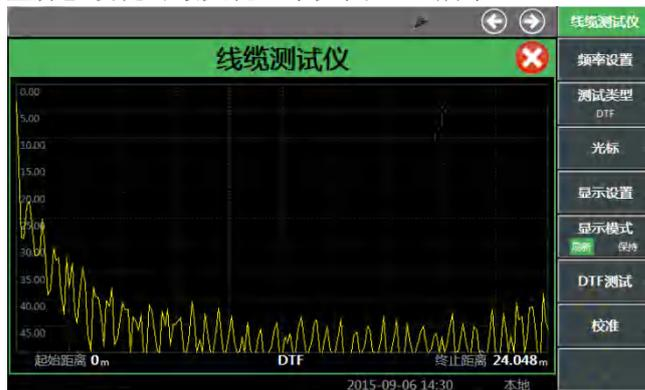

图 4-20 DTF 测量窗口
- 打开窗口：按【线缆】硬键，或者按【测量】硬键通过整机菜单设置打开线缆测试窗口。按屏幕下方【全屏】硬键可最大化显示如图 4-20 所示：
- 调用菜单：点击触摸屏，选中线缆测试为当前活动窗口，相应菜单会在窗口右侧显示，如图 4-20 所示。